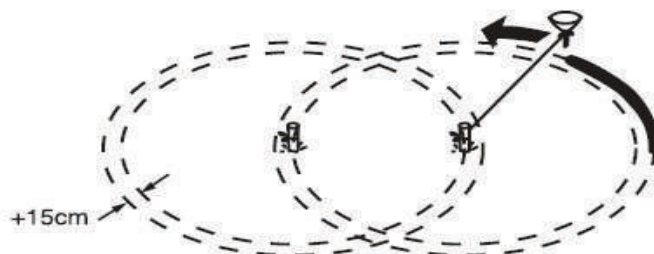

Abbildung 2
2. Binden Sie ein Stück Bindfaden an den Stab. Binden Sie einen Trichter an das andere Ende des Bindfadens. Die Entfernung zwischen Stab und Trichter sollte 15 cm mehr als der Radius des Pools sein. (siehe Abbildung 2)